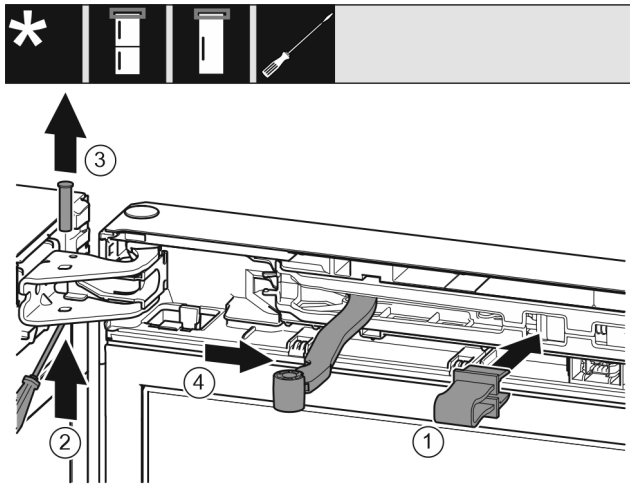

Fig. 8
- Фиксирайте предпазителя в отвора. Fig. 8 (1)
- С отвертката избутайте болта. Fig. 8 (2)
- Извадете болта нагоре. Fig. 8 (3)
- Завъртете шарнира в посока към вратата. Fig. 8 (4)